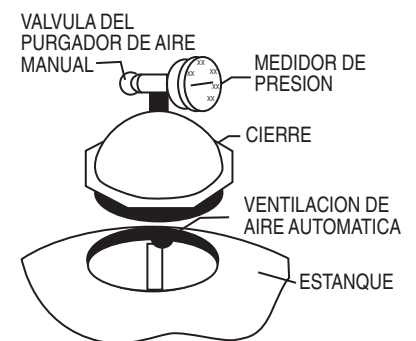

Figura 1.
- Pivotee el difusor fuera del centro del estanque en los TR40, 50, 60, TR60 ClearPro, 100 y 140 rotando el conjunto del difusor en el sentido contrario en que giran las manillas del reloj. (**AVISO:** El conjunto del multifusor no se debe mover en los modelos TR100C, TR100C-3 y TR140C, TR140C-3. Después de instalar el material del filtro tal como se ha descrito a continuación revise para verificar que las partes superiores de los difusores estén paralelas con la parte superior de la capa de arena.) Llene el estanque con agua hasta alrededor de la mitad. Vacíe gravilla primero (si se va a usar) y luego arena en la parte superior del filtro lentamente de modo que el impacto del material del filtro no dañe los laterales. Vea la información en la Tabla 2 en este manual para verificar la cantidad de arena y grava adecuada. Llene el filtro al nivel adecuado para mantener el espacio libre (vea la Tabla 2). Pivotee el conjunto del difusor de nuevo a su posición vertical si es que se movió. Asegúrese que la ventilación de aire automática está sobresaliéndose en la parte superior del cierre tal como se indica a continuación en la Figura 1. Asegúrese que la ventilación de aire automática está en el centro del cierre del filtro. Lave toda la arena alrededor de la abertura roscada en la parte superior del estanque.